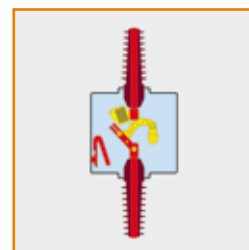

Fig. 2
- Nella posizione di **Aperto Linea/Terra**, l'apparecchio garantisce il sezionamento tra i contatti fissi e mobili, sia sulla linea che sulla terra (fig.2).